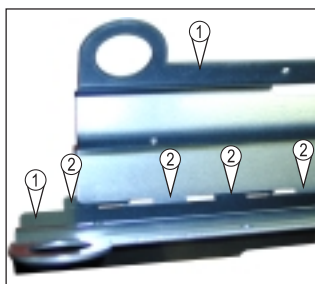

Fig. 16 Deixar engatar as chapas de pega
Nota! Ao juntar as duas chapas da pega ①, ter atenção para que os elementos de travagem ②, na parte inferior das chapas da pega ①, encaixem totalmente (Fig.16 e Fig.17).
- Na pega ③ (Fig.18) da fonte de corrente, deixar as chapas da pega ① encaixar entre si por meio dos elementos de travagem ② (Fig.16 e Fig.17)